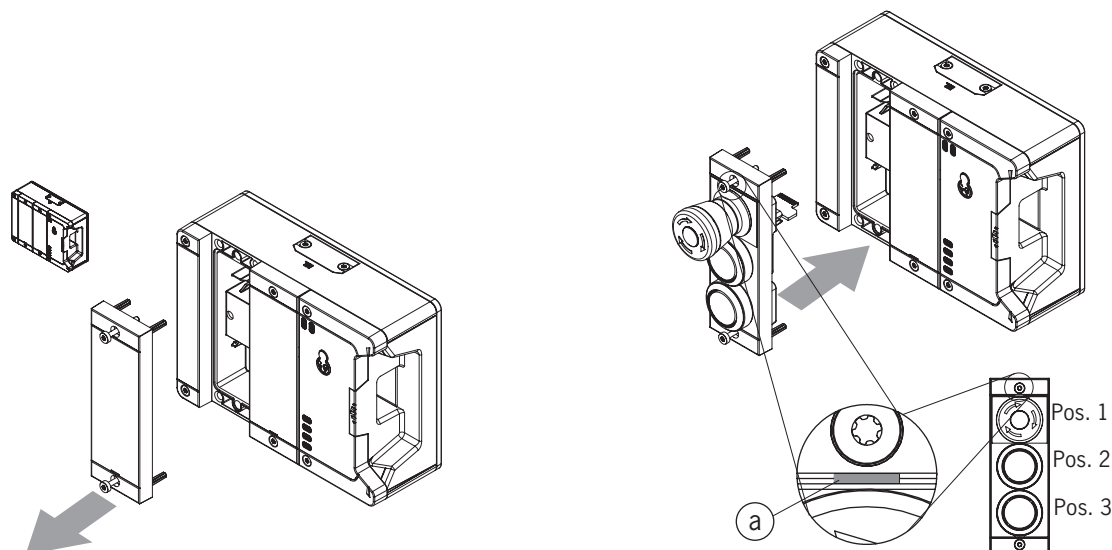

Fig. 10 : Montage d'un sous-module
- Tenir compte de l'orientation du sous-module. Voir le repère (a) sur la Fig. 10 : Montage d'un sous-module. Les sous-modules peuvent être pivotés également de 180°. Le repère (a) indique toujours la première position équipée. Dans l'exemple ci-dessous en l'occurrence la position de l'arrêt d'urgence S1.